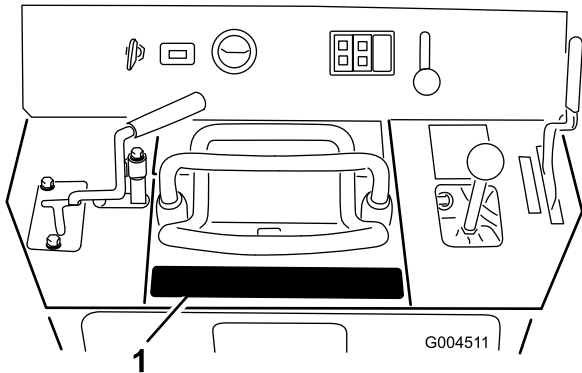

Bild 7
1. Reinigen Sie den Bereich um den Fahrtriebshebel (Bild 7), um Schmutz oder Schmiermittel zu entfernen.
2. Ziehen Sie das Schild vom Trägermaterial ab und kleben Sie es auf die gewünschte Stelle (Bild 7).